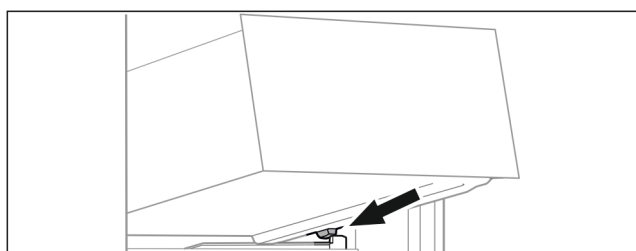

Fig. 76
- ▶ Nasadíte zásuvku šikmo za zarážkami na rebro nádoby. (pozri Fig. 76)